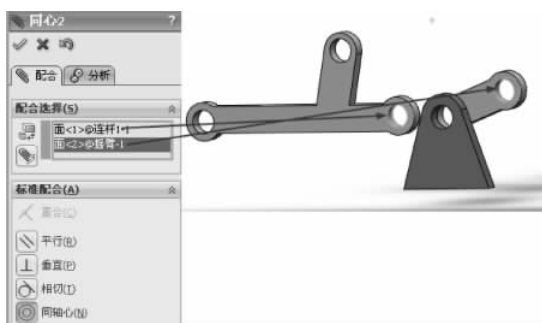

图 3-214 同轴心配合
(3) 单击【装配体】工具栏中的【配合】按钮 , 弹出【配合】的属性设置。选择【标准配合】选项组下的【同轴心】配合类型 , 在【要配合的实体】选择框  中选择如图 3-214 所示的面, 其他保持默认, 单击【确定】按钮 , 完成同轴心配合。